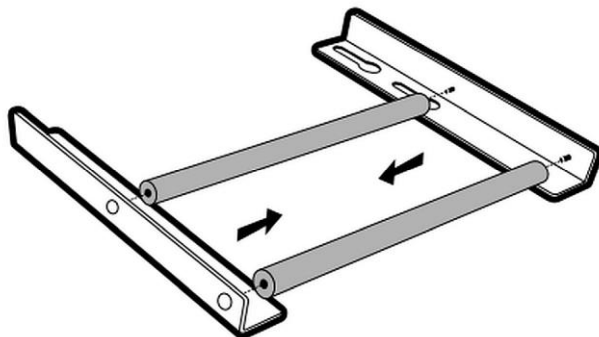

Fig. 2
1. Allentare le quattro viti sul retro dell'apparecchio di 3 giri completi (fig. 2).